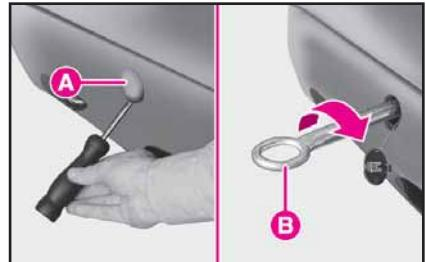
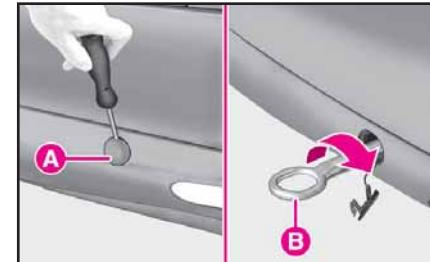

fig. 82
fig. 83
– Quite la tapa A introducida a presión en el parachoques delantero (fig. 82) o trasero (fig. 83), haciendo palanca con un destornillador en el punto indicado en la figura.